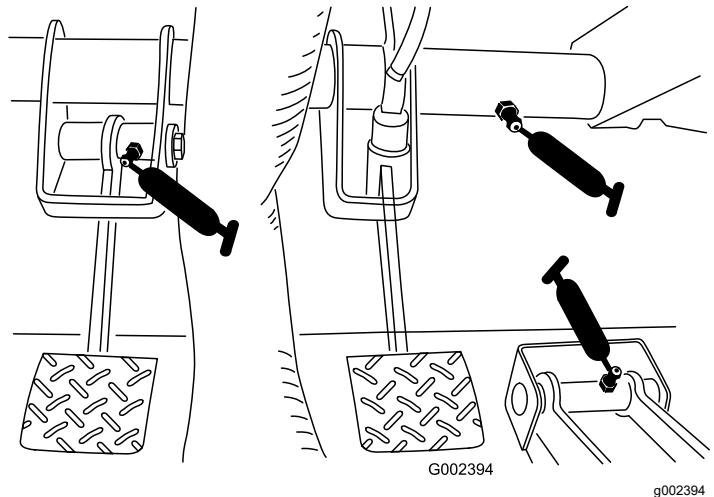

Figure 31
- **Frein (1); voir Figure 31**
- **Embrayage (1); voir Figure 31**
- **Accélérateur (1); voir Figure 31**